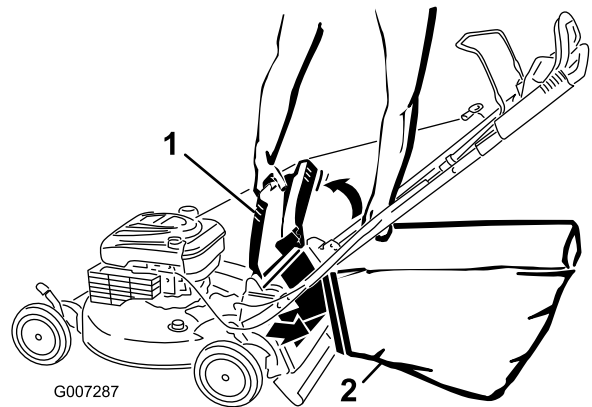

Figure 23
4. Accrochez le bord supérieur avant du bac sur les crans (Figure 23).